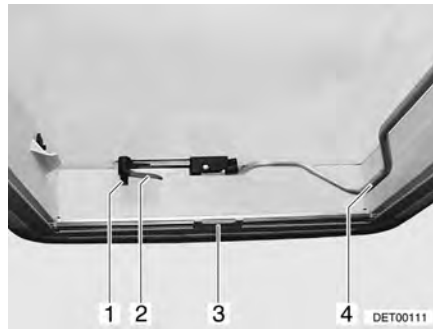
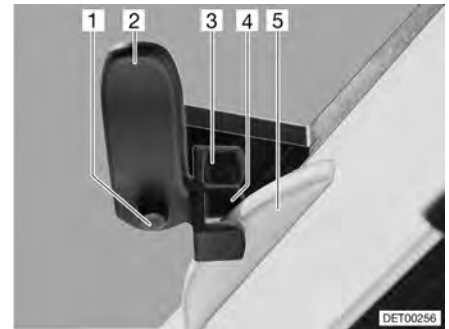

Bild 63 Heki-taklucka, stängd
Bild 64 Heki-takluckan i ventilationsläge 1
- Tryck ned låsknappen (Bild 63,1) och vrid låsarmen (Bild 63,2) ett kvarts varv inåt.
- Dra ut bygel (Bild 63,4) nedåt, så att spärren släpper.
- Vrid låsarmen (Bild 63,2 och Bild 64,2) ett kvarts varv. Takspärrens tapp (Bild 64,5) måste hakas in i den översta fästdelen (Bild 64,3).
- Tryck på låsknappen (Bild 64,1) och vrid tillbaka låsarmen (Bild 64,2). Takspärrens tapp (Bild 64,5) måste hakas in i den nedre fästdelen (Bild 64,4).